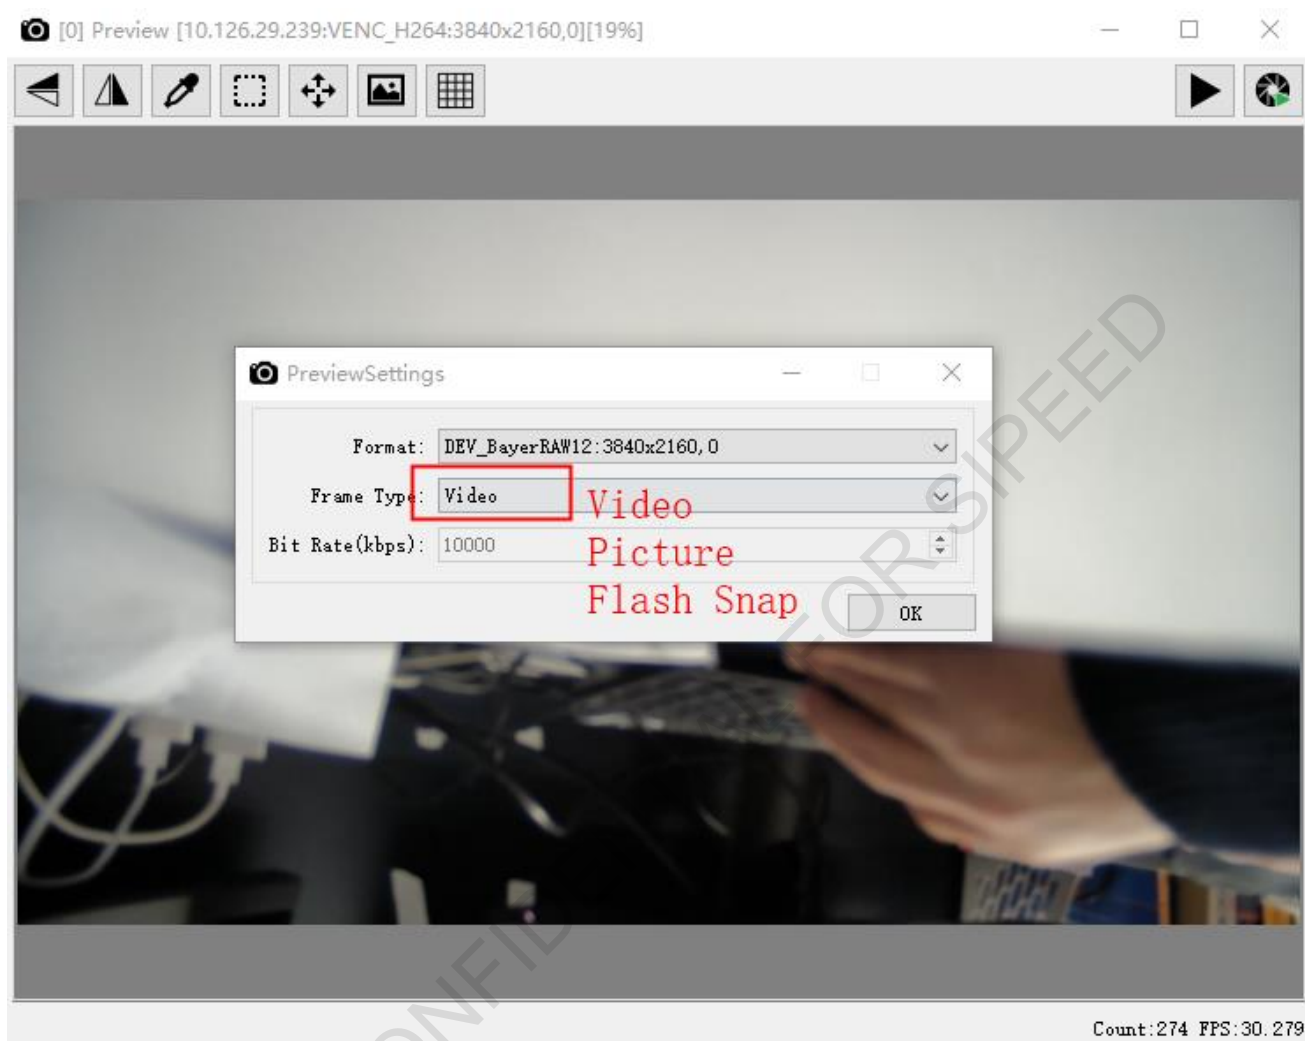

图2-2 不同帧类型抓取
- AX650A/N 平台, 支持抓取不同帧类型的功能(视频帧 Video, 抓拍帧 Picture, 曝光帧 Flash Snap), 如上图 2-2 所示